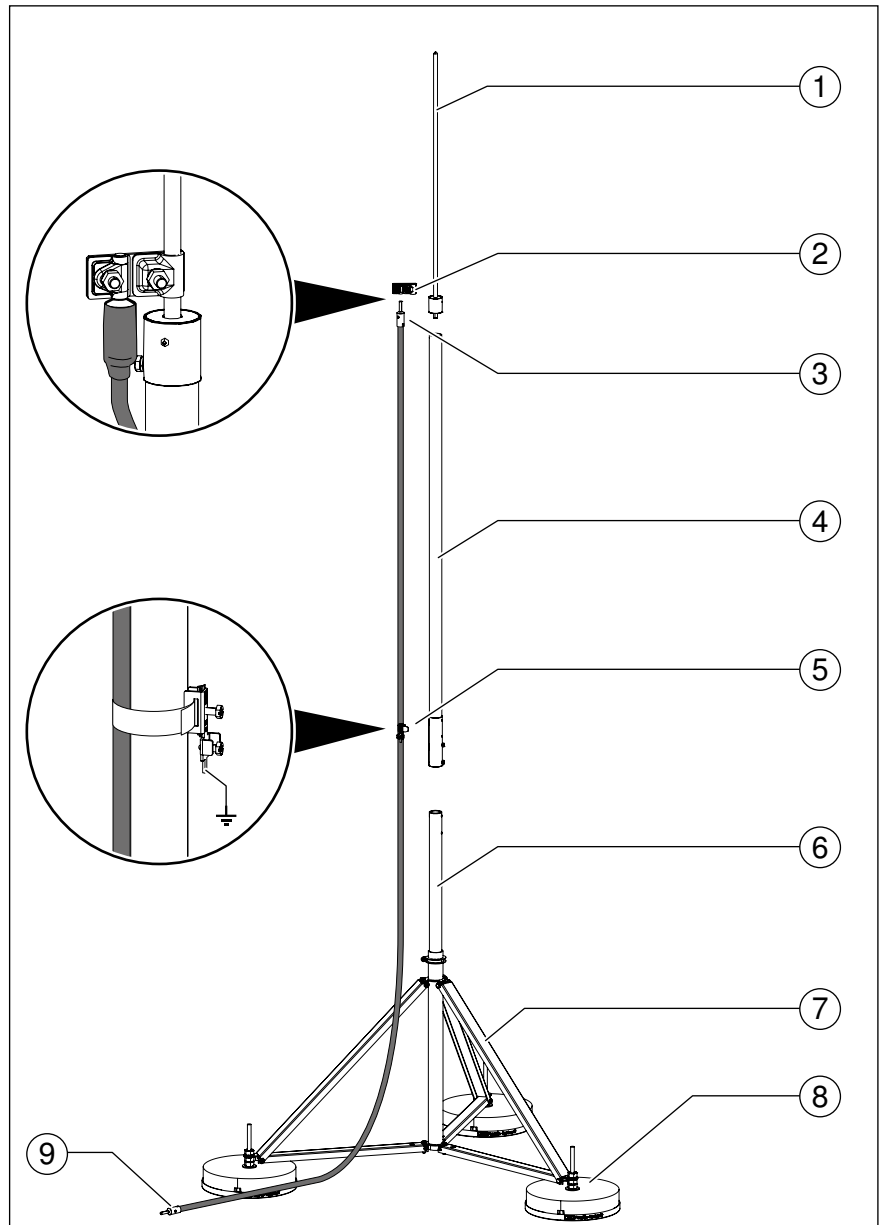

Fig. 39: Mât de capture isFang avec câble isCon externe
- Monter le connecteur (Fig. 39 réf ③) sur le câble isCon, comme décrit dans les paragraphes „5.1.2 Dénudage de l'âme cuivre pour le raccordement“ en page 29 et „5.2 Montage du raccord isCon connect“ en page 30.